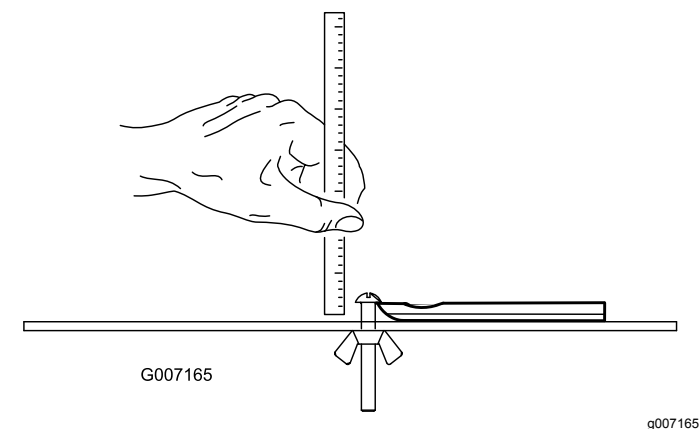

Figura 27
**Nota:** Todas as medidas dos limites de assistência da lâmina se relacionam com a parte inferior da lâmina (Figura 27).